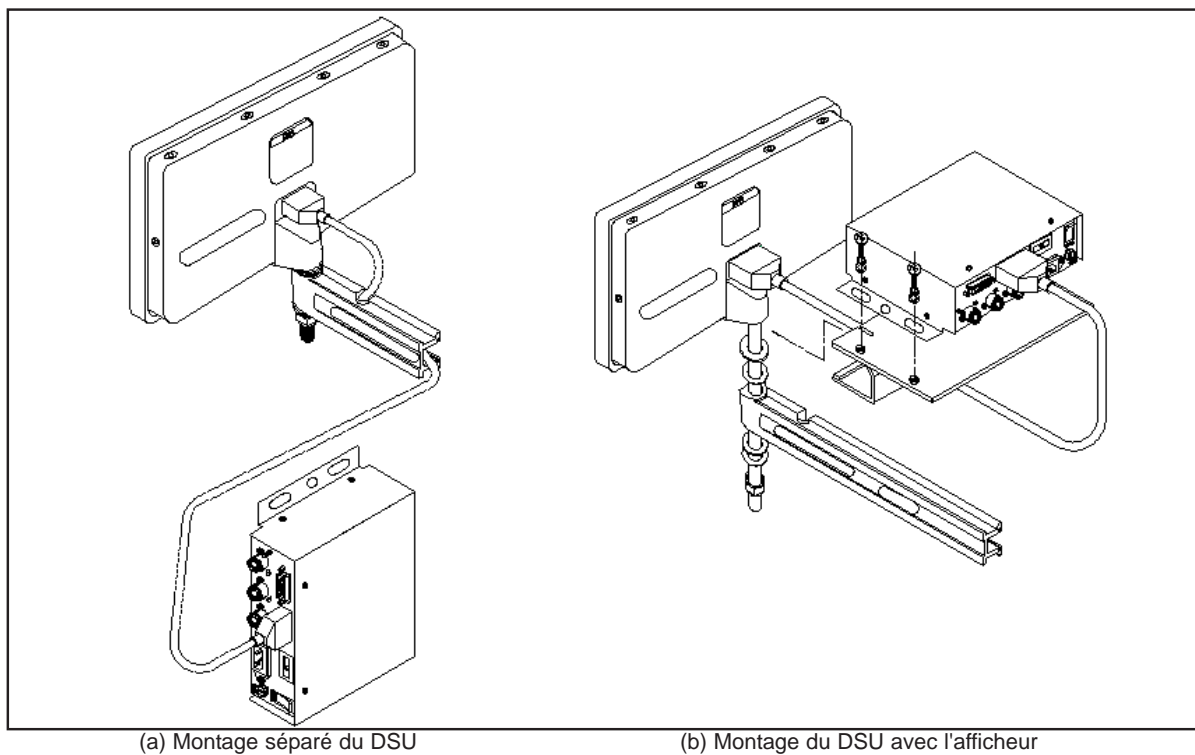

Figure 2.1 – procédures de montage
Le DP8 peut être monté de l'une des deux façons illustrées à la figure 2.1.
2.1.1 Affichage et bloc de transmission numérique (DSU) montés séparément (figure 2.1.a)
A signaler, comme le montre la figure 2.1, que le câble de transducteur et le cordon secteur doivent être placés sous le DSU pour éviter toute pénétration de liquide réfrigérant.
2.1.2 Afficheur et bloc de transmission de données (DSU) montés ensemble (figure 2.1 b)